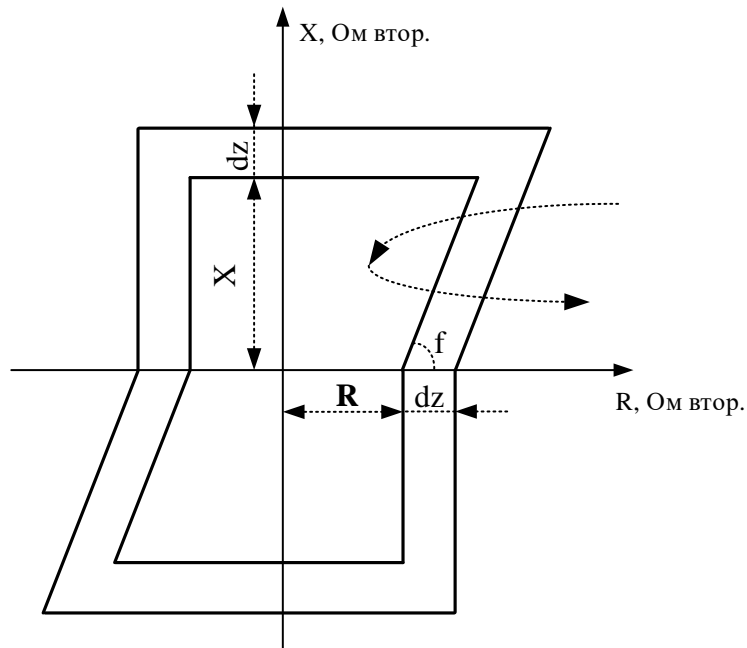

Рисунок 6.8 – Характеристика блокировки при качаниях
1. Рабочая точка перемещается из внешней зоны в зону действия (рисунок 6.8), при этом находится в дельта-зоне больше заданного времени Tdz . Для качаний частотой до 4–5 Гц $Tdz=20$ мс.